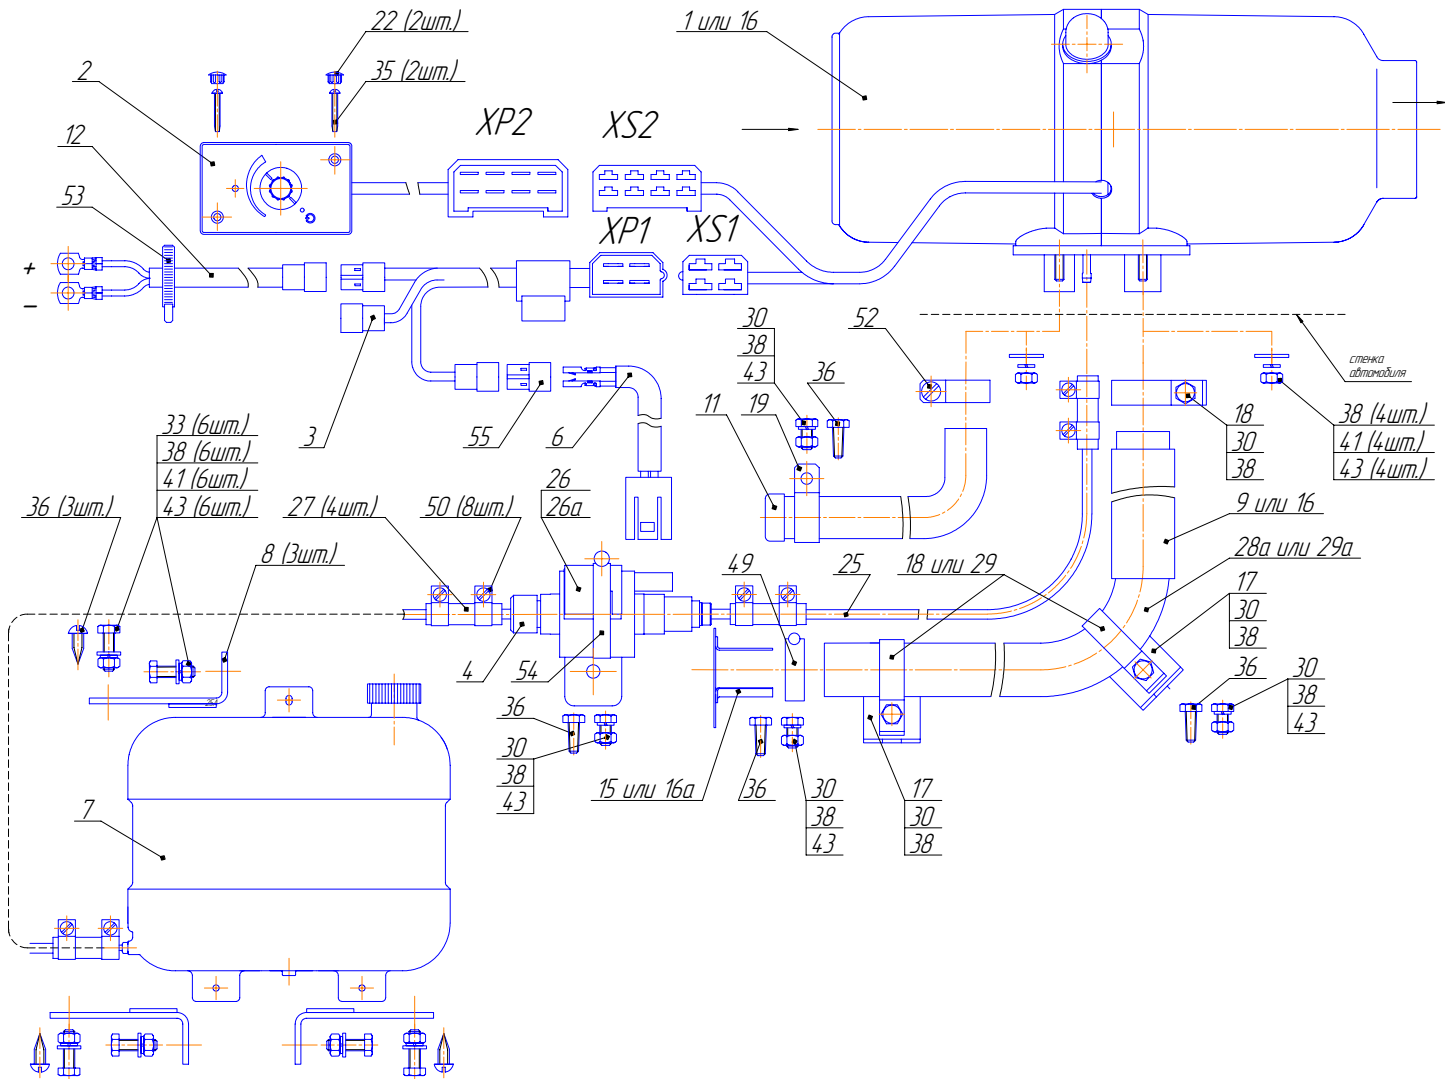

Рис.1- Схема деления воздушного отопителя на составные части.
- 1* Состав воздушного отопителя ПЛАНАР-4Д-12, ПЛАНАР-4Д-24, ПЛАНАР-4ДМ-12 и ПЛАНАР-4ДМ-24 согласно схеме деления изделия на составные части - рис. 1 и перечню деталей и сборок – таблица 1;